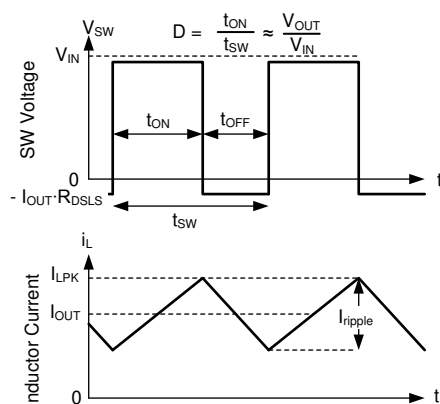

図 7-11. 連続モード (CCM) における SW 電圧とインダクタ電流の波形
LM654x0-Q1 の以下の動作の説明は、セクション 7.2 と 図 7-11 の波形を参照しています。両方とも、内蔵ハイサイド (HS) およびローサイド (LS) NMOS スイッチを各種デューティ サイクル (D) でオンにすることで、制御された出力電圧を供給します。HS スイッチのオン時間の間、SW 端子の電圧 (V_{SW}) は V_{IN} の付近までスイングし、インダクタ電流 (i_L) は線形的な傾きで増加します。HS スイッチは、制御ロジックによってオフにされます。HS スイッチのオフ時間 (t_{OFF}) の間、LS スイッチはオンにされます。インダクタ電流は LS スイッチを通して放電され、LS スイッチの両端の電圧降下によって V_{SW} をグランドより低い電圧まで強制的にスイングさせます。一定の出力電圧を維持するため、レギュレータ ループはデューティ サイクルを調整します。D は、HS スイッチのオン時間をスイッチング周期で割った値として次のように定義されます。D = $T_{ON} / (T_{ON} + T_{OFF})$ 。